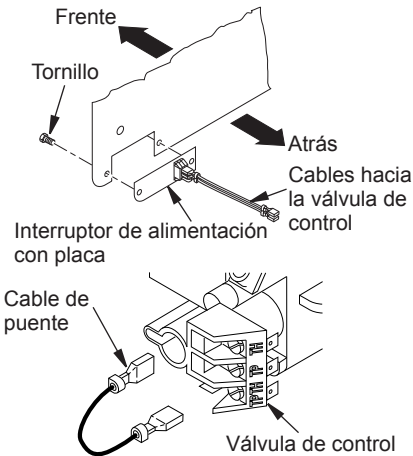
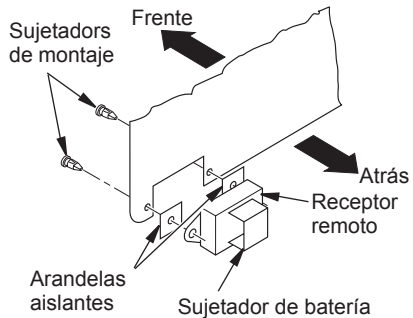

Figura 1 - Desconexión de los cables de la válvula de control
Figura 2 - Instalación del receptor remoto
1. Desconecte los cables del interruptor de la válvula de control. Algunas unidades tienen un interruptor de alimentación con placa, el cual está conectado a la válvula de control. Otras tienen un cable de puente que deberá extraer de la válvula de control (consulte la figura 1).
2. Quite los tornillos y la placa del interruptor como se muestra en la figura 1. Deséchelos.
3. Instale la unidad del receptor remoto en la base del calefactor de leños a gas sujetándolo con los clips (2) y arandelas aislantes incluidas.
4. Fije con firmeza los clips en su sitio (consulte la figura 2).